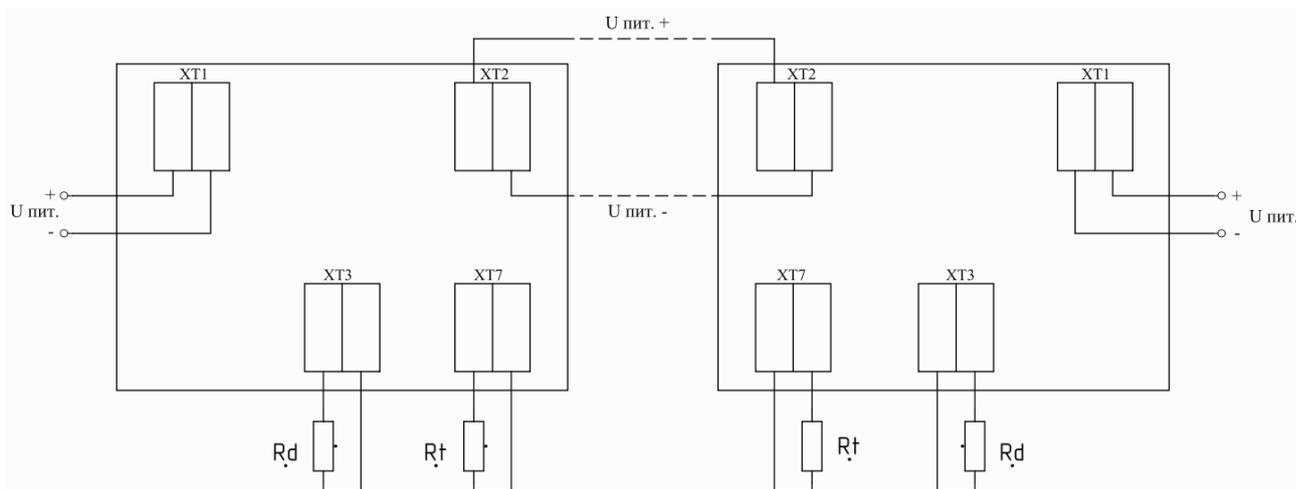

Рис.1. Схема подключения извещателей в исполнении без адресной метки.
4.1 Общий вид извещателя приведен в приложении А рис.1.
- подключить жилы вводного кабеля к клеммам XT1, а жилы выводного кабеля к двум контактам клемм XT2 (рис.1). Соответствующие контакты разъемов XT1 и XT2 электрически соединены через плату извещателя;
7.3. Произвести монтаж шлейфа сигнализации в соответствии со схемой, указанной для конкретного ППКП. Пример схемы включения извещателей в шлейф сигнализации приведен на рис.1.